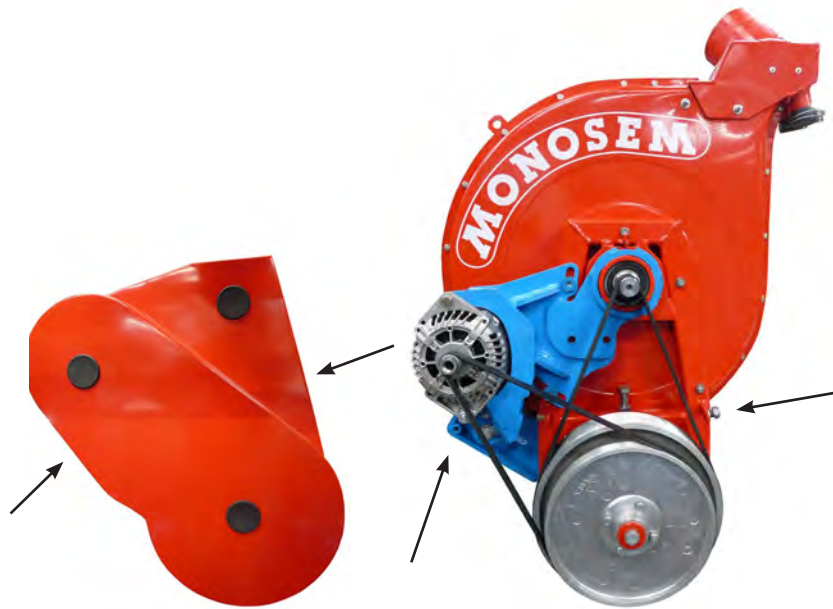

Fig.1
- Fixation du carter (fig. 1).
- Enlever le carter de protection des courroies (fig. 1).
- Fastening the casing (fig. 1).
- Remove the belt's protective casing (fig. 1).
- Befestigung der Schutzvorrichtung (Abb. 1).
- Die Schutzvorrichtung vor den Riemen entfernen (Abb. 1).